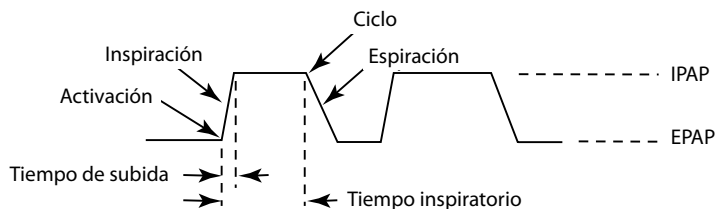

Figura 3-2 Activación y ciclo en modo S
En el modo espontáneo (S), la unidad suministra presión de soporte binivel. La unidad activa la presión inspiratoria positiva en las vías respiratorias (IPAP) en respuesta a un esfuerzo inspiratorio espontáneo y regresa a la presión espiratoria positiva en las vías respiratorias (EPAP) durante la espiración. La figura 3-2 ilustra los conceptos de activación y ciclo.